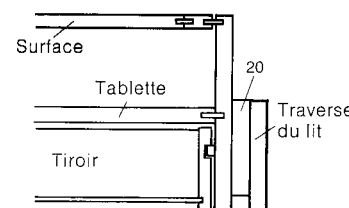

Fig. 2. Table de chevet, de face.
Montez les côtés des compartiments à casiers (8). L'un est vissé au panneau de bout (5) avec des vis N° 6 tête plate de 1½"; l'autre est fixé au sol avec deux équerres de 3". Collez et fixez aux côtés le dessus du compartiment à panier (7) avec des vis N° 6 tête plate 1½". Taillez les panneaux porte-chaussures (9). Ils sont encochés comme indiqué à la fig. 2. Les encoches doivent accueillir des goujons de ¾". Déterminez l'espacement en plaçant une chaussure sur le côté, pointe en bas, contre le panneau. Indiquez l'emplacement du goujon entre le talon et la semelle et à la moitié de celle-ci. Avec une scie à découper, faites des encoches aux endroits indiqués. L'espacement variera selon qu'il s'agira de chaussures d'homme ou de femme. Collez les panneaux porte-chaussures aux panneaux verticaux. Placez les goujons (10). Pour ranger d'autres objets dans cet espace, enlevez les goujons. Posez les tiroirs ou les paniers selon les recommandations du fabricant, et vous aurez là le placard de rangement dont rêve toute maîtresse de maison.